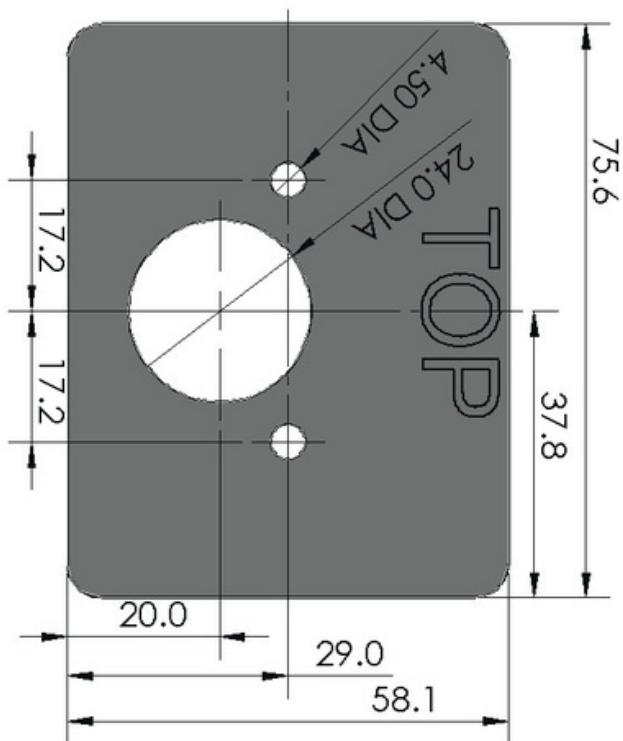

Figura 4 – Dimensões dos Furos da Placa de Fixação (mm)
3. A placa de fixação foi projetada para ser utilizada com os parafusos para chapa metálica fornecidos ou uma combinação de parafusos, porcas e arruelas. Você deve escolher a maneira apropriada para a superfície à qual pretende fixar o farol. Consulte a Figura 4 para as dimensões dos furos ou use a placa de fixação como modelo. Faça os furos e fixe a placa de fixação com os parafusos.